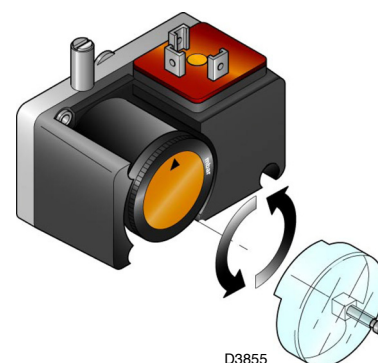

Fig. 35
- Regular el presostato para el control de estanqueidad (Kit PVP)(Fig. 35 a pág. 33), si está presente, según las instrucciones suministradas con el kit.
Regular el presostato para el control de estanqueidad (kit PVP)(Fig. 35) si está presente, según las instrucciones suministradas con el kit.